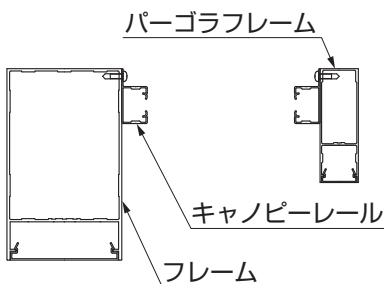
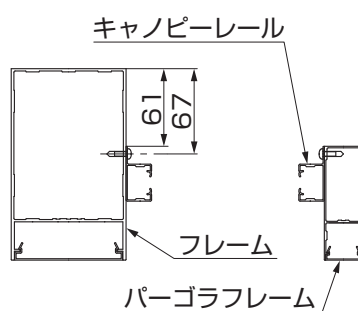

図4-2 パーゴラフレーム
図4-3 パーゴラフレーム
- フレームとパーゴラフレームに取付け場合のキャンピールール取付位置は、図4-2または図4-3のどちらかになります。